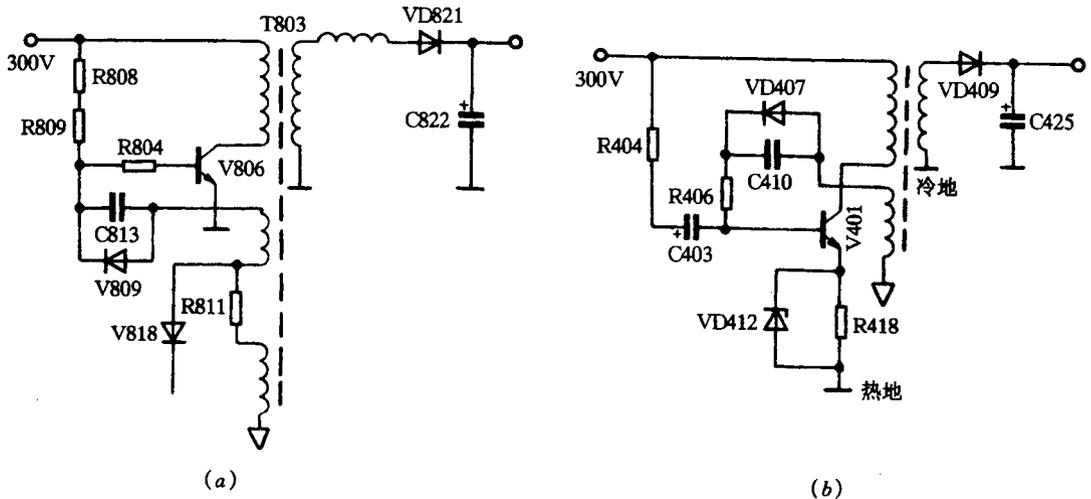

图 1-5 自激式开关电源电路启动电路图
(1)自激式开关电源电路的启动电路:彩色电视机所采用的自激式开关电源如图 1-5 所示。
在图 1-5(a)电路中,R808、R809、R804 是启动电阻,300V 电压经它们限流,为开关管 V806 提供启动电流。V806 导通后,开关变压器 T803 正反馈绕组被感应的电压,经 C813、R804 构成正反馈回路,使 V806 工作在开关状态。V809 在 V806 截止期间,不但为 C813 提供放电回路,而且使 V806 基极的电压钳位在 -0.7V 左右。
在图 1-5(b)电路中,300V 电压经 R404、C403、V401be 结、R418 构成充电回路,给 V401 提供启动电流,这种阻容启动方式的优点是:当负载发生短路现象,正反馈绕组不能产生脉冲电压时,开关管的基极电流将为 0,这是由于启动电容 C403 在开机瞬间已被充电,所以在开关电源停振后,启动电路不再为开关管提供启动电流,从而避免了开关管因开启损耗大而损坏。而图 1-5(a)电路当负载电路发生短路现象时,使 V806 在截止期间因开关变压器次级绕组所接二极管导通,形成较大的短路电流;当开关变压器 T803 的能量释放完毕后,300V 电压通过启动电阻提供的启动电流再次使开关管 V806 启动,使 T803 储能,在 V806 截止期间,仍然向负载电路释放能